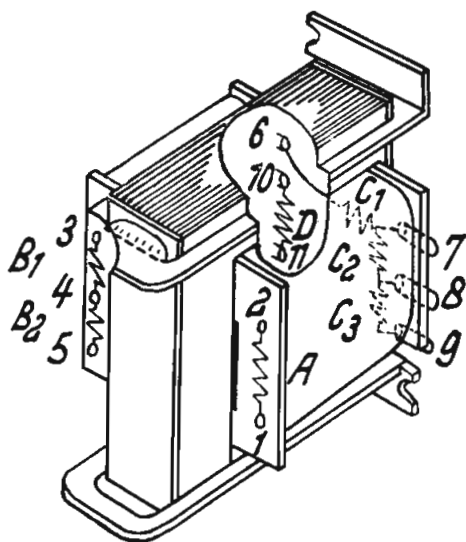

fig. 1
1. de uitvoering A3 151 51.0, zie fig. 1